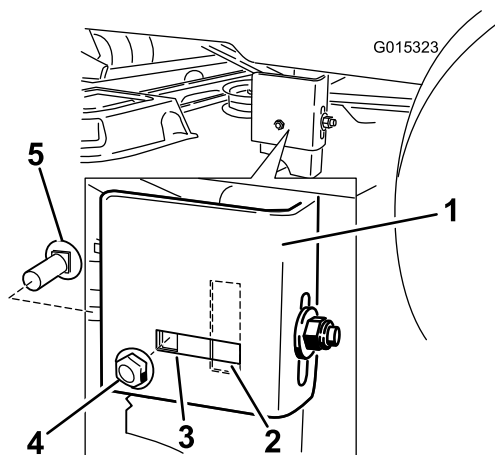

Figure 50
7. Passez au côté gauche de la machine. Vérifiez si le boulon de carrosserie latéral est dans la position fixe ou dans l'ouverture allongée (Figure 50).
8. S'il est dans la position fixe, déposez le boulon de carrosserie latéral et l'écrou de blocage latéral de la position fixe et installez-les dans l'ouverture allongée (Figure 50).